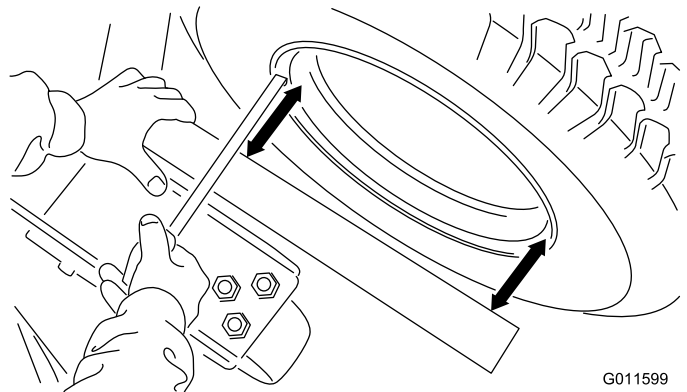

**Bild 5**
- Entfernen Sie den Splint und Lastösenbolzen, mit denen der Schnitthöhenlenker an der Schnitthöhenhalterung am Mähwerk befestigt ist (Bild 5).